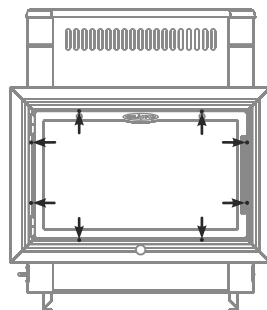

Рисунок 4. Демонтаж передней рамки при монтаже печи «Витрувия»
- 1) открутить саморезы 8 шт., которыми рама прикрепляется к топливному каналу и снять ее; (см. рисунок 4)